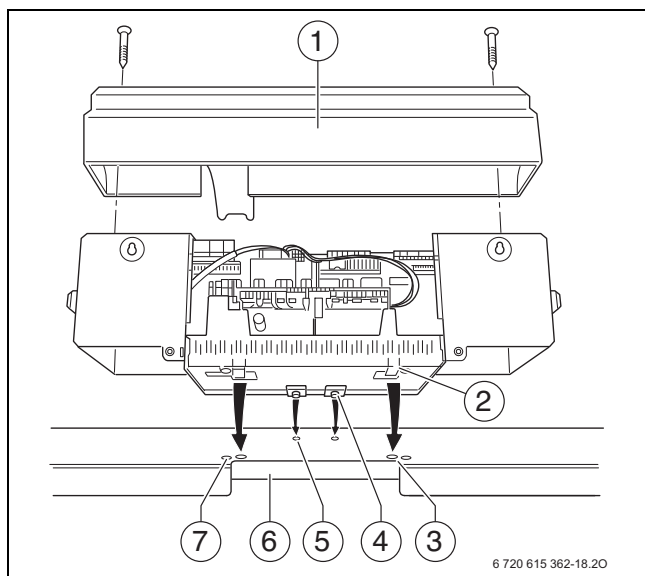

Рис. 29 Монтаж системы управления на котлах 120 - 1200 кВт
На рис. 29 показана система управления и передняя крышка [1] сзади.
- ▶ Установите крышку на место (→ рис. 29 и 30, стр. 21).
- ▶ Закрепите крышку системы управления винтами (рис. 29 и 30, стр. 21).